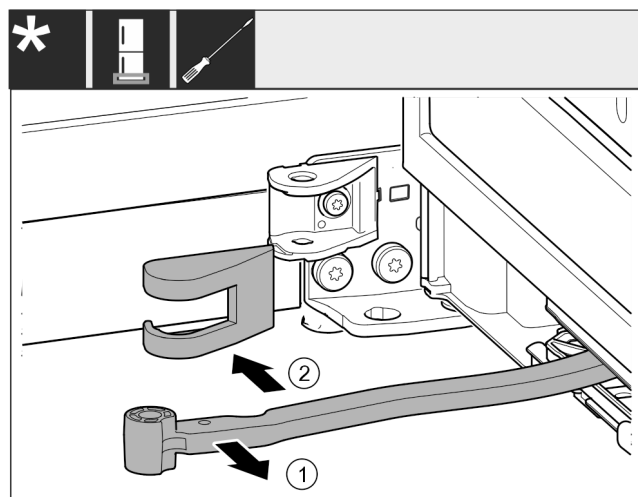

Fig. 18
- ▶ 将铰链 Fig. 18 (1)转向门的方向。
- ▶ 移除托架盖 Fig. 18 (2)。